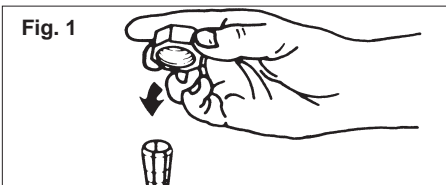

Fig. 1
1. Pour le montage, posez le collet sur une surface plane et placez l'écrou pardessus (Fig. 1).